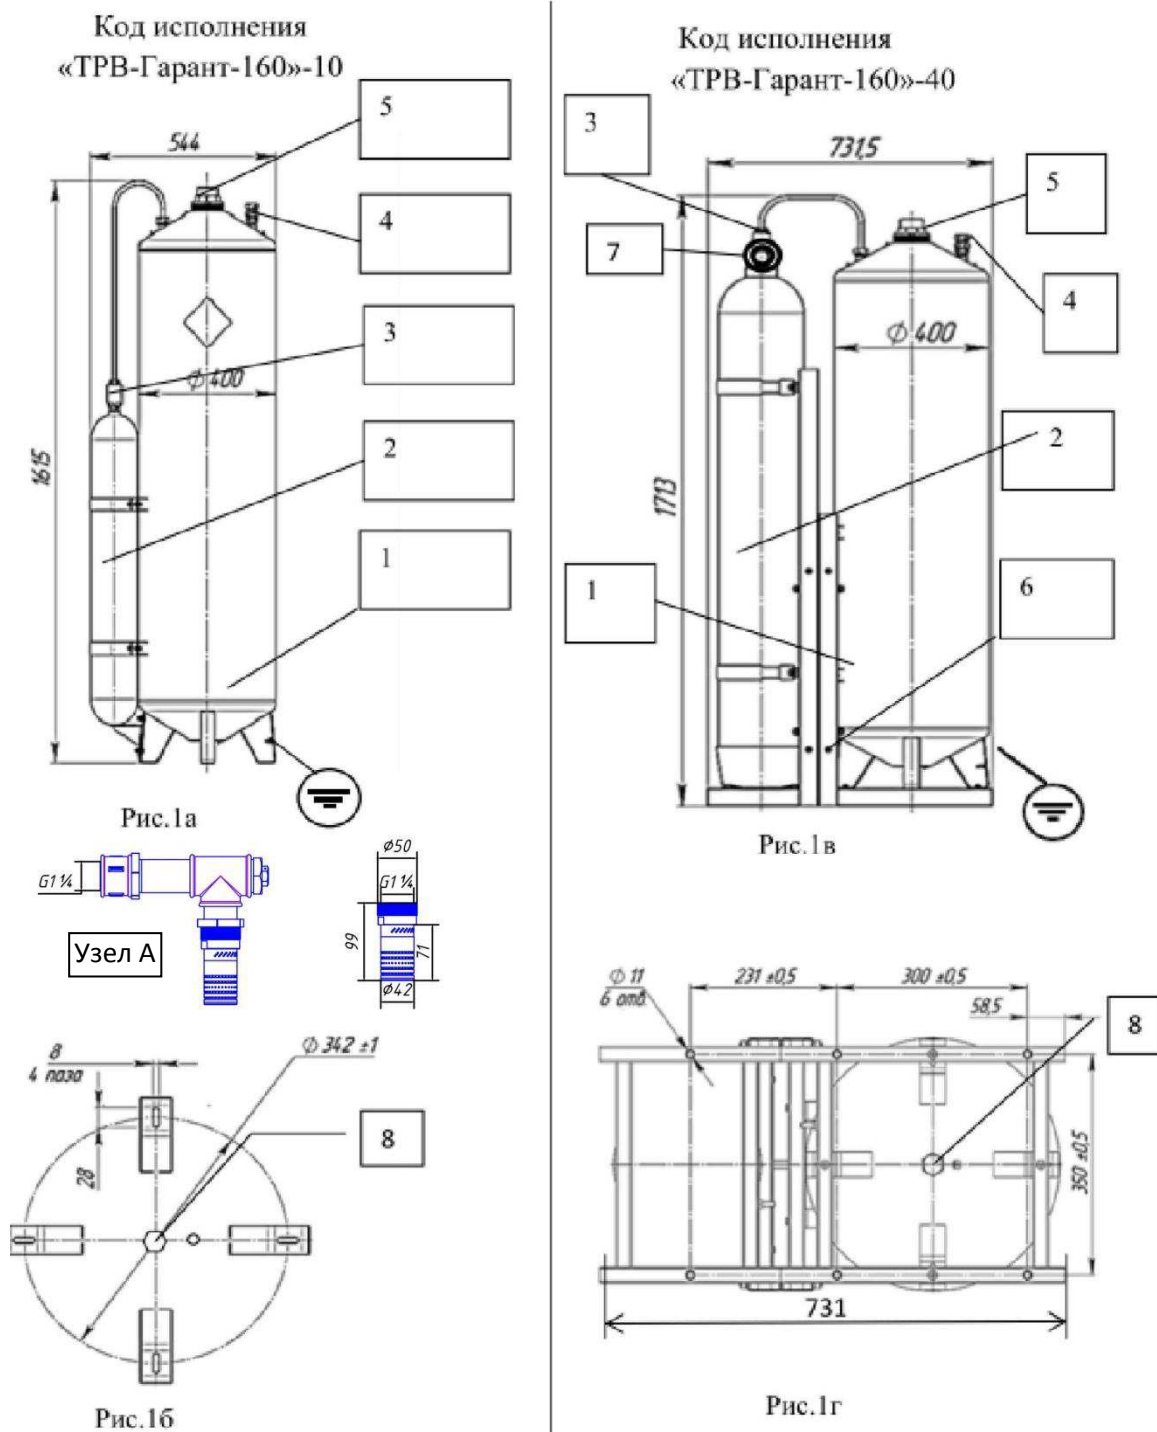

Рис.1 Установка пожаротушения тонкораспыленной водой «ТРВ-Гарант-160» модели: МУПТВ -160-Г-ВД - ТУ 4854-505-96450512-2013 состоит из:
8. Штуцера трубопровода для слива воды «Узел А» (Рис.1) поставляется* в случае применения водозаполненной магистрали. Состоит из насадка-распылителя НС-390-С, с установленным сектором, мембраной, сантехнических фитингов или насадка НС-145 с мембраной. Присоединительный размер «Узла А» - G 1¼ - для НС-390-С, G-½ - для НС-145. В случае применения водонезаполненного трубопровода (металлический сухотруб), поставляется насадок-распылитель НС-390-С в сборе с навинченным сектором или насадок НС-145. (Трубопровод с комплектом фитингов не поставляется). Общий вид насадков-распылителей НС-390-С и НС-145 приведен в приложении Ж.
7.7 Для перезарядки МУПТВ водой необходимо обесточить автоматическую систему запуска, отстыковать корпус от подводящего трубопровода, после чего слить ОТВ из корпуса через трубопровод поз. 8 (см. рисунок 1).